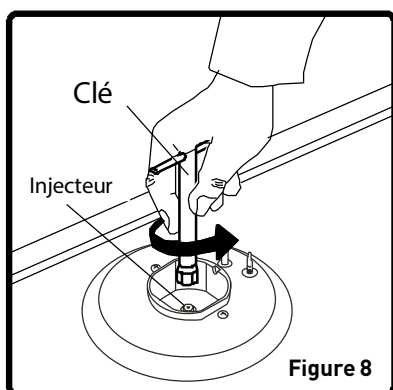

Figure 8
- Dévissez les injecteurs. Utilisez à cet effet une clé de 7 mm (figure 8).